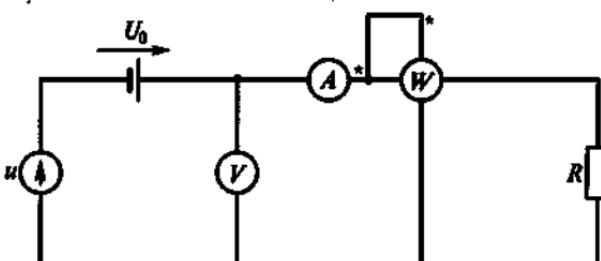

Рис. 108
3.67. В цепи на рис. 108 $U_0 = 220 \text{ В}$, $u = 180 \sin 314t$, $R = 10 \Omega$. Каковы показания приборов электромагнитной системы? (Указать неправильный ответ.)